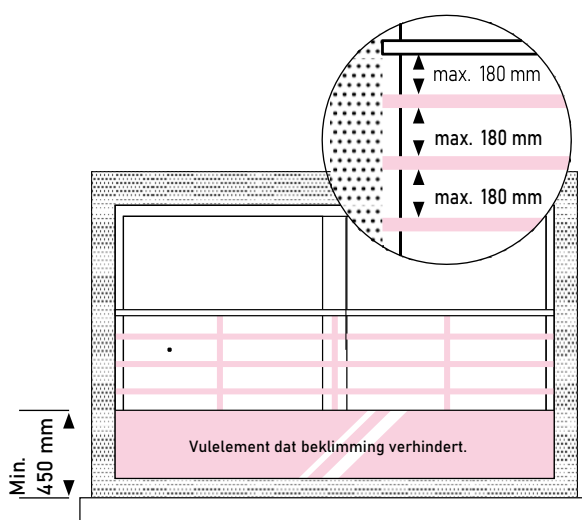

fig. 2: Openingen tussen de horizontale borstweringselementen in mm.
- De onderste helft van de borstwering is niet makkelijk te beklimmen. fig. 2, 3 en 4
- Eventuele horizontale openingen in de borstwering zijn kleiner dan 18 cm, zodat niemand er doorheen kan kruipen. fig. 2